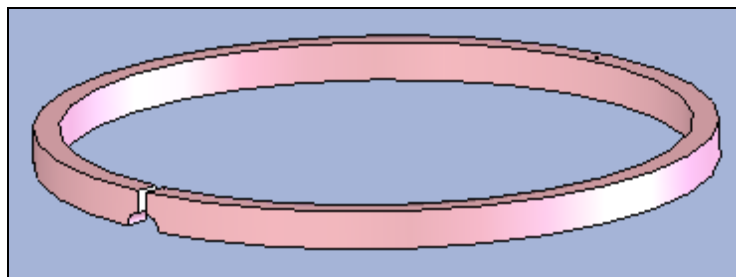

Рис. 4.1. Геометрическая модель поршневого кольца
1. Запустите программу SolidWorks, загрузите или постройте модель поршневого кольца (рис. 4.1).
9. Теперь все готово к проведению прочностного расчета. Но сначала следует определиться, что мы хотим получить в процессе расчета. Анализируя вышезаданные нагрузки можно увидеть, что часть нагрузок компенсируется и только температурная нагрузка существенно повлияет на деформацию кольца – оно будет удлиняться. Но давайте проанализируем применение кольца в ДВС. Кольцо, показанное на рис. 4.1, имеет вид уже установленного кольца в цилиндре двигателя, то есть оно сжато. Поскольку поршневое кольцо имеет упругость, то в свободном состоянии оно имеет больший диаметр, чем установленное кольцо. Таким образом, при установке кольца в цилиндр, оно несколько сжимается и в нем возникают напряжения изгиба. Так как кольцо на рис. 4.1 имеет исходное ненапряженное состояние, то для того, чтобы определить действующие изгибающие напряжения, можно поступить методом «от противного» – задать некоторую разжимающую силу на торцы замка, чтобы кольцо приняло форму свободного кольца и провести расчет. При этом необходимо будет провести несколько расчетов, чтобы подобрать эту силу.